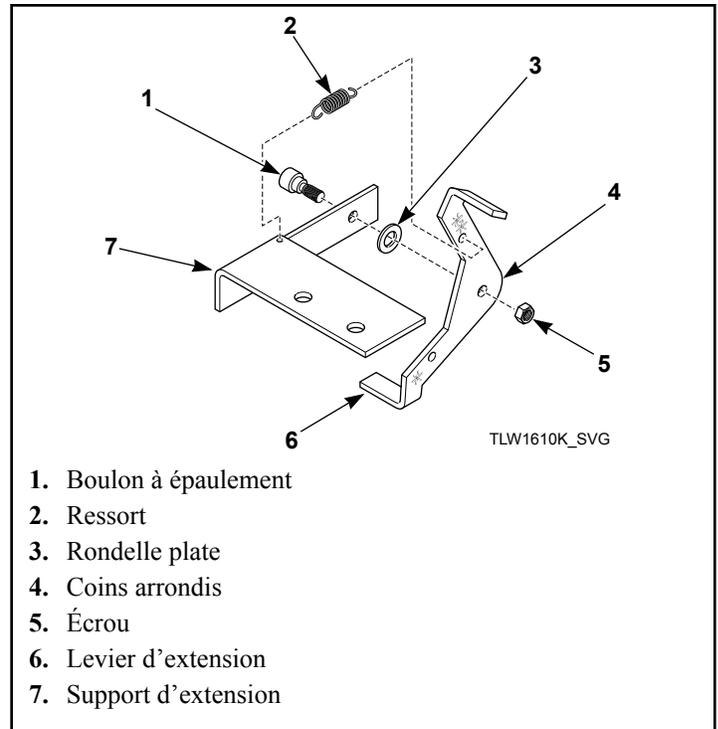

Figure 14
çant le coin arrondi du levier à l'opposé de l'équerre. Se reporter à la *Figure 14*.
4. Fixer le ressort à l'équerre d'extension en orientant le crochet vers le bas. Fixer l'autre extrémité du ressort au levier d'extension en orientant le crochet vers la gauche lorsqu'on fait face à l'unité. Se reporter à la *Figure 14*.